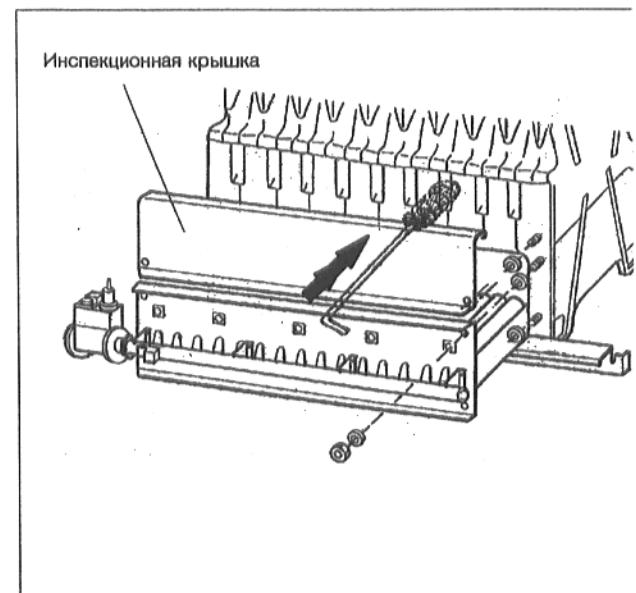

Рис. 14
- Ослабить шестигранные гайки на щите горелки и вынуть газовую горелку из котла (рис. 14).
- Ослабить шестигранные гайки инспекционной крышки и снять инспекционную крышку (рис. 14).
- Прочистить щеткой газоходы дымового газа попаременно и несколько раз сбоку (горизонтально) и сверху (рис. 14/14a).
Рис. 14а: Изображение без предохранителя потока
- Прочистить щеткой газоходы дымового газа (сверху и сбоку, см. рис.14/14a).